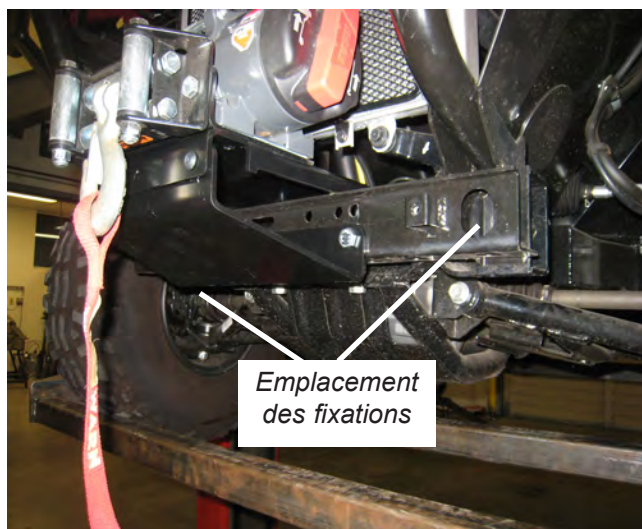

Figure 2
2. Retirez les fixations de pare-chocs inférieures M12. Voir figure 2.